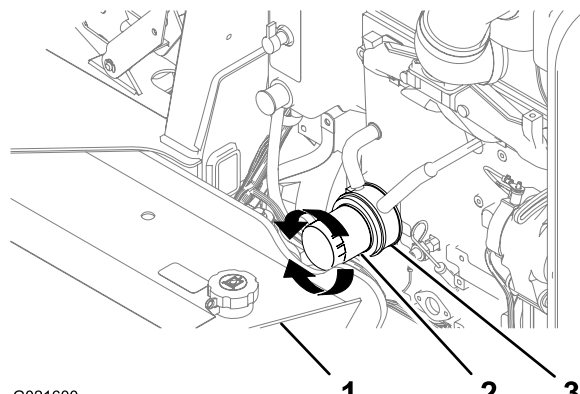

Figure 45
2. Placez un petit bac de vidange sous le filtre à huile et son adaptateur (Figure 45).
3. Tournez le filtre à huile dans le sens antihoraire et déposez-le (Figure 45).
7. Alignez le filtre à huile neuf sur l'adaptateur et tournez-le dans le sens horaire jusqu'à ce que le joint du filtre rejoigne l'adaptateur (Figure 45).
8. Serrez le filtre à huile à la main de 1/2 tour supplémentaire (Figure 45).